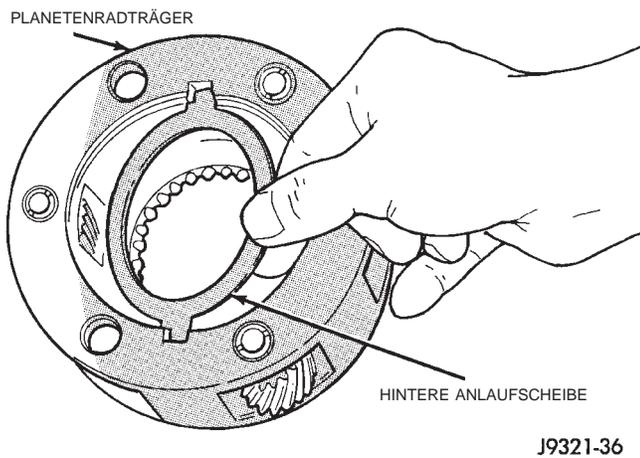

Abb. 39 Hintere Anlaufscheibe ausbauen
(5) Die hintere Anlaufscheibe aus dem Planetenradträger ausbauen (Abb. 39).